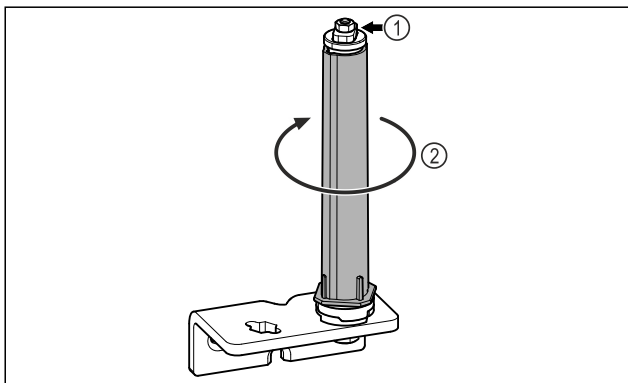

Fig. 21
- ▶ Ne szedje szét az ajtózáró rendszert Fig. 21 (1).
- ▶ Forgassa el a zárrendszert Fig. 21 (2), amíg az be nem kattann.